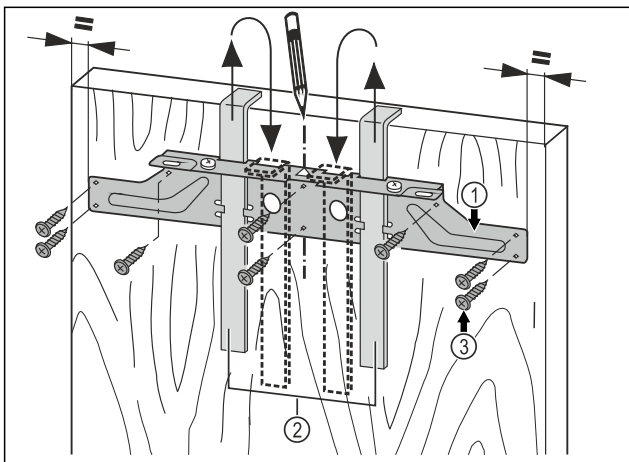

Fig. 45
- ▶ Pritrdilni prečnik Fig. 45 (1) z montažnim pripomočkom Fig. 45 (2) obesite na notranjo stran vrat pohišva.
- ▶ Pritrdilni prečnik Fig. 45 (1) naravnajte na sredino vrat.
- ▶ Pritrdilno prečko Fig. 45 (1) dobro privijte s pomočjo najmanj 6 vijakov Fig. 45 (3).
- ▶ Pritrdilno prečko Fig. 45 (1) s 4 vijaki Fig. 45 (3) dobro privijte na rob.
- ▶ Montažne pripomočke Fig. 45 (2) izvlecite navzgor in jih tako obrnjene potisnite v poleg ležeče odprtine.